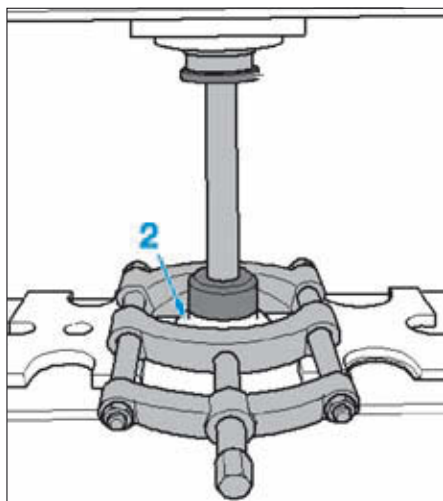

FIG. 26
• Extraire à la presse, la bague intérieure (2) de roulement de la fusée (Fig.26).